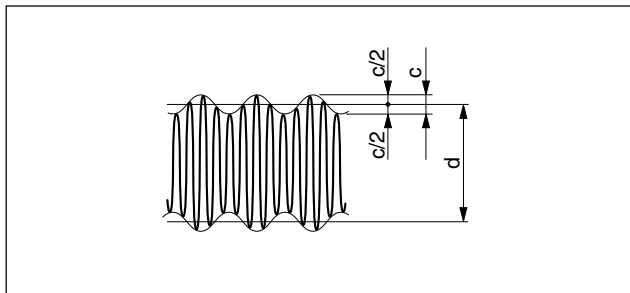

図4-6.
- ③ オシロスコープは0.5 V/div, 5 ms/divに設定し、機械を1～10 m/minの速度で動かしながら図4-6のような波形が観測できるように(TIME/div)を設定し直してください。